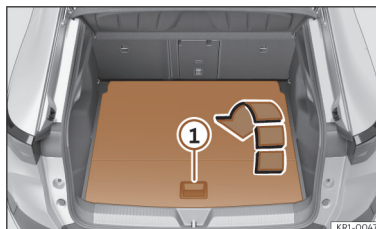

Fig. 168 Na bagageira: abrir o segundo piso da bagageira.
- Para **abri-lo**, segure a pega >>> **Fig. 168** ① e dobre a parte traseira do piso da bagageira para a frente, no sentido da seta.
- Para **fechá-lo**, desdobre o piso da bagageira e coloque-o com precaução >>> ①.